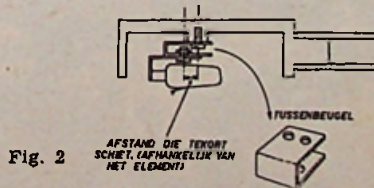

Fig. 2
a) Het element met een tussenbeugel monteren (fig. 2).